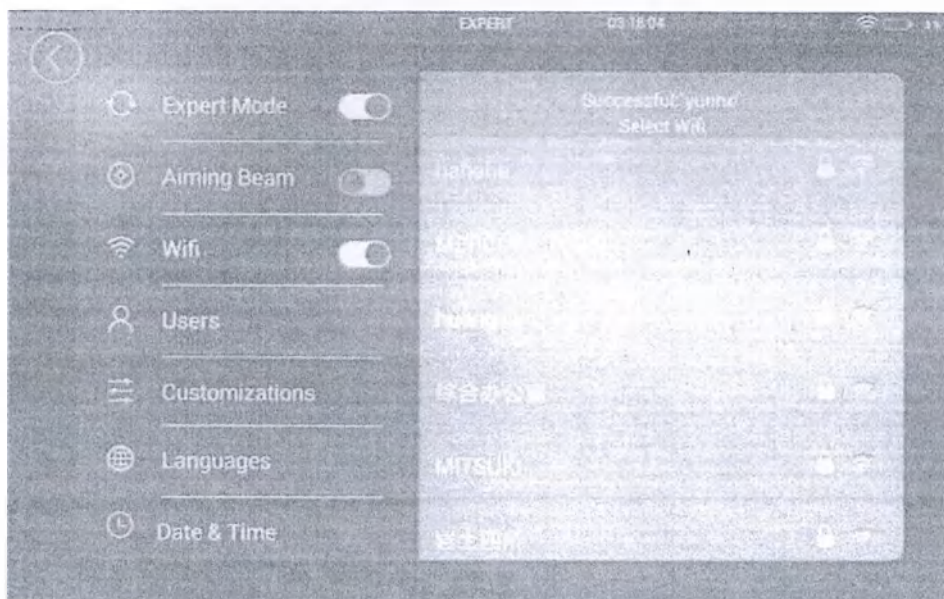

Рис. 7.2: Интерфейс подключения Wi-Fi
7.2 WI-FI: интерфейс подключения Wi-Fi, нажмите «WI-FI», нажмите «ON» (ВКЛ), возможна установка беспроводного сетевого подключения, при включенной функции можно искать разные варианты подключения Wi-Fi. Введите пароль для подключения к Wi-Fi, пароль будет запомнен системой, нажмите и удерживайте, чтобы стереть пароль. (Рис. 7.2)